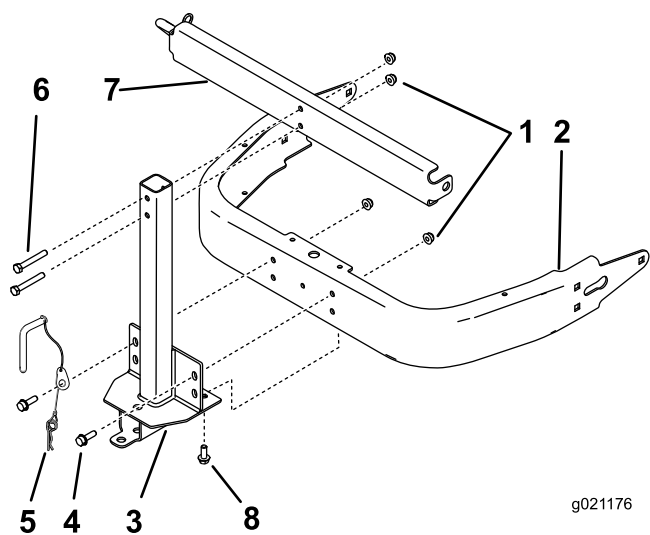

Figura 1
2. Usando los 2 taladros superiores, instale el conjunto de montaje de la bandeja y el pasador a la máquina con 2 pernos (5/16 x 1 pulgada) y 2 contratueras (5/16 pulgada) (Figura 1).
3. Instale el conjunto del soporte de la bandeja en la parte inferior de la máquina usando 2 pernos autorroscantes (5/16 x 3/4 pulgada) (Figura 1).
4. Instale el soporte al conjunto de montaje de la bandeja con 2 pernos (3/8 x 2-1/4) y 2 contratueras (5/16 pulgada) (Figura 1).